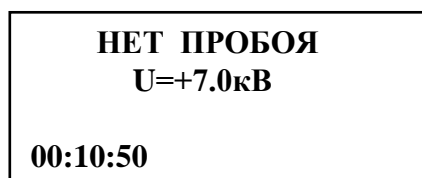

Рис.3
7.8. Если в процессе испытаний не происходит пробоя изоляции, на дисплее появляется надпись как на рис.3.